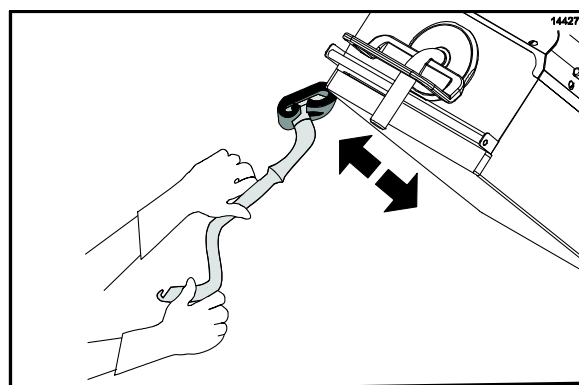

Figure 59
27. Frotter les bords extérieurs des plaques de droite et de gauche (Cf. Figure 59).